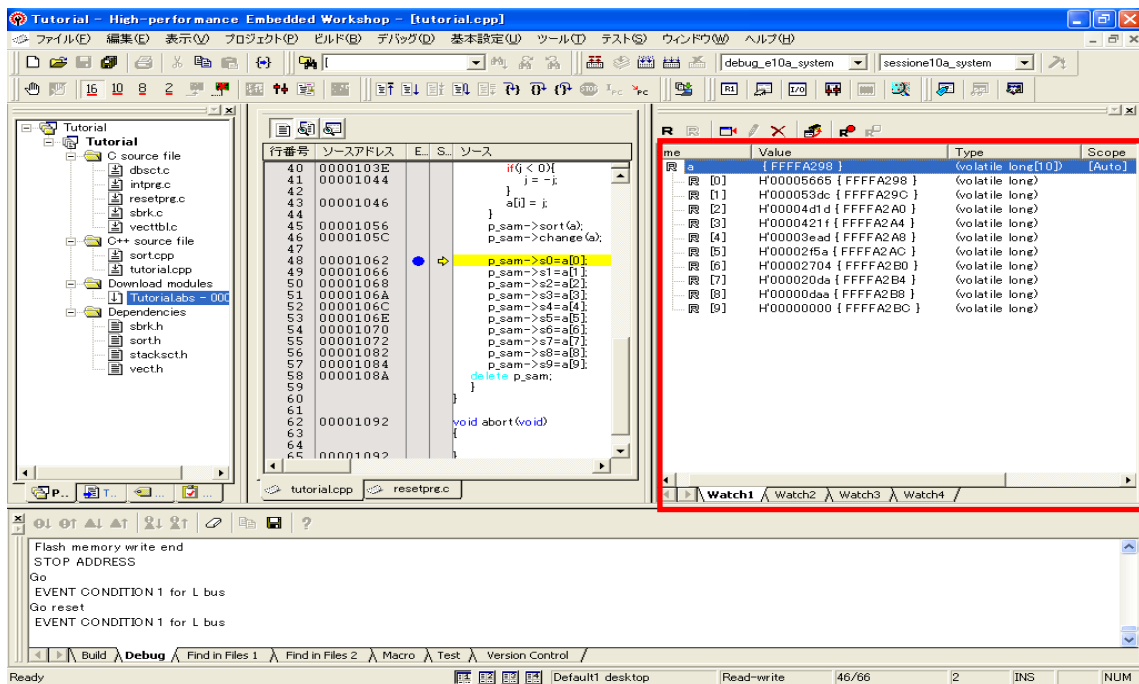

図 6.59 [ウォッチ]ウィンドウに登録したシンボルの結果表示画面
(7) [ウォッチ]ウィンドウの配列aの左側にある”+”マークをクリックすると、配列aの各要素(アドレスやデータなどを参照することができます。(図6.59)